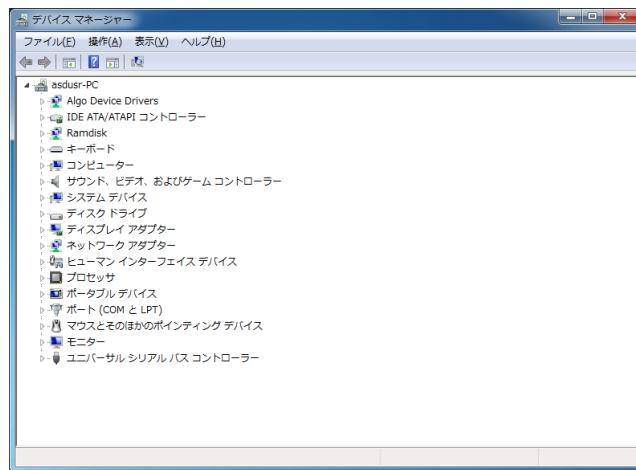

図3-3-7-1. デバイスマネージャー
- ① スタートメニューから【コントロールパネル】を選択します。
- ② 【コントロールパネル】が開きます。【システム】を実行します。
- ③ ダイアログが開きます。【デバイスマネージャー】を選択します。
- ④ 【デバイスマネージャー】が開きます。(図3-3-7-1)